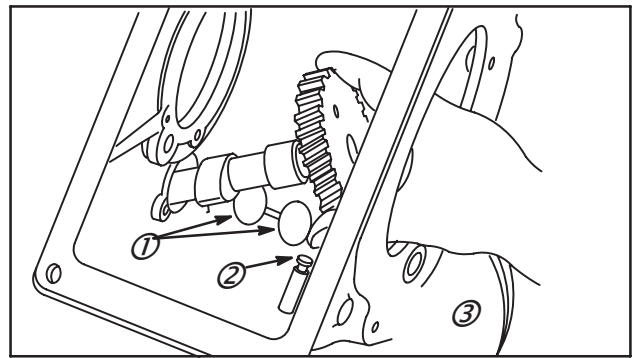

Fig. 18
1. Installer le poussoir de rupteurs (2, si utilisé) et les poussoirs (1).
2. Installer l'arbre à cames à partir du côté prise de force du cylindre (3), Fig. 18.